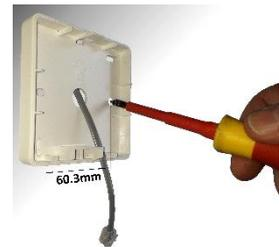

Abb. 8.
Schritt 2 Schieben Sie ein Ende des RJ-Steuerkabels durch den Schaltkasten, sichern Sie es an der Rückseite des Gehäuses und schrauben Sie diese daraufhin mit zwei Befestigungsschrauben (nicht im Lieferumfang enthalten) in dem Schaltkasten fest (siehe Abb. 8).